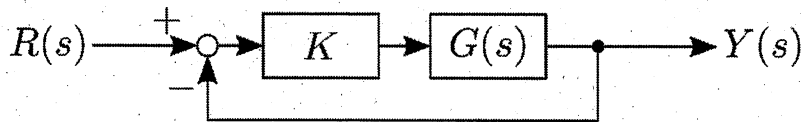

図1
- (1)  $U(s)$ と $X(s)$ を、それぞれ、 $u(t)$ と $x(t)$ のラプラス変換とするとき、伝達関数 $G(s) = \frac{X(s)}{U(s)}$ を求め、極と減衰比を求めよ。
- (2) 図1のフィードバックシステムのインデンシャル応答を求めよ。ここで図中の $G(s)$ は、(1)で得られた伝達関数を表し、 $K = 3$ とする。